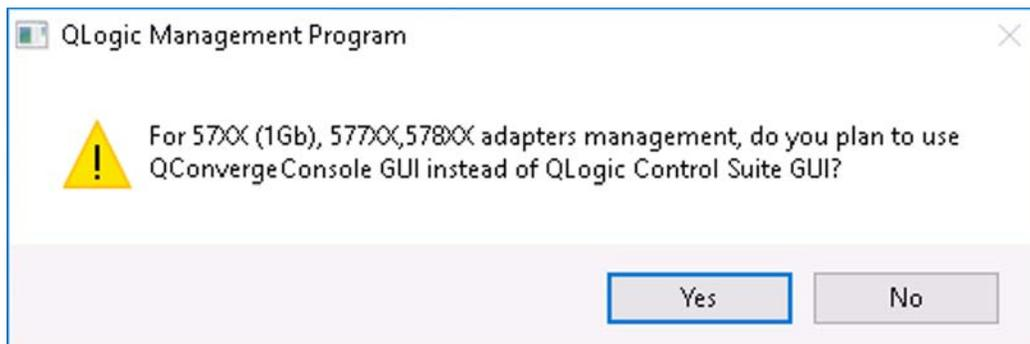

Abbildung 9-1. Eingabeaufforderung des InstallShield-Assistenten für das Verwaltungsdienstprogramm
3. Wählen Sie nach Aufforderung des InstallShield-Assistenten (Abbildung 9-1) das gewünschte Dienstprogramm für die Adapterverwaltung: